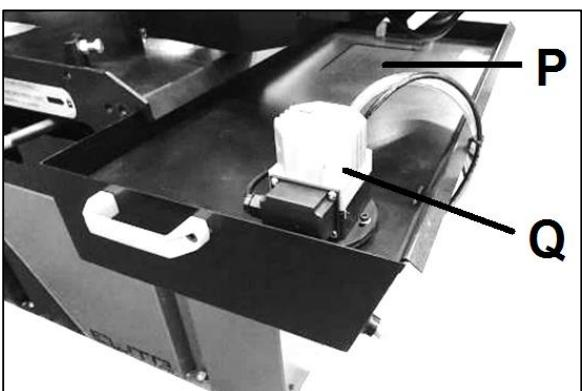

Figure 9-3 : Pompe de refroidissement
- Retirez la pompe (Q, Fig 9-3) en desserrant les vis.
- Retirez l'écran du filtre (P) en desserrant les vis.
- Replacez le bouchon (T).
- Nettoyez attentivement la pompe (Q) et remplacez-la.
- Remplissez le réservoir avec du réfrigérant à environ 25mm en-dessous de l'écran de filtre (P).
- Remplacez l'écran du filtre (P) et la pompe (Q).